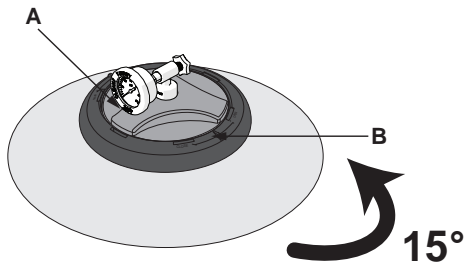

Figura 7. Afloje la rueda manual
- Tenga cuidado de no desenganchar la tubería de ventilación y la pantalla de ventilación. Consulte la **Figura 7**.
12. Asegúrese de que la tubería de escape automático esté en su lugar (enroscada a través del difusor) y de que la pantalla de ventilación esté instalada en la parte superior de la tubería de ventilación. Consulte la Figura 7.